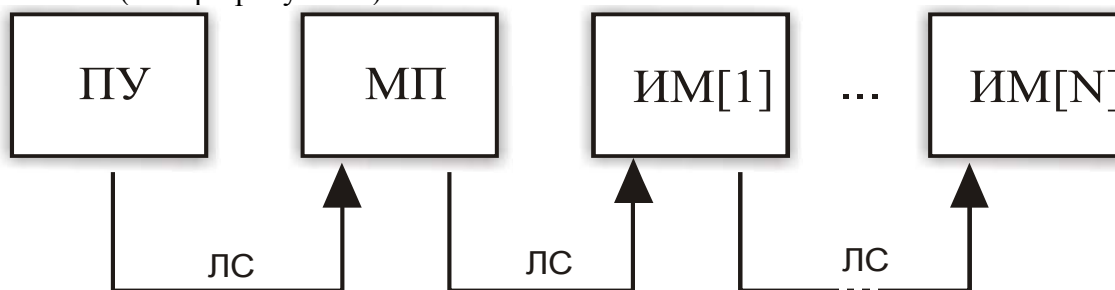

Рисунок 1. Структурная схема прибора
- 1) конструктивно объединенных в одном месте - в основном или в дополнительном корпусе типоразмера ЛБ4, позволяющем разместить до пяти модулей (один из которых МП, смотри рисунок 1 приложения Г) и один модуль СА, причем в этом же дополнительном корпусе ЛБ4 также возможно размещение и дополнительного ПУ, без изменения количества ИМ.
1.4.1 Прибор представляет собой комплект разнотипных модулей, информационно объединенных СПИ (смотри рисунок 1).